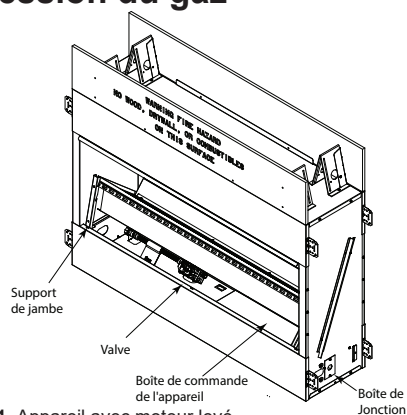

Figure 6.1. Appareil avec moteur levé
La vanne et les contrôles sont situés dans la boîte de commande de l'appareil. Voir la figure 6.1.
Le boîtier de commande et les commandes peuvent être accessibles en soulevant l'ensemble moteur comme indiqué à la figure 6.1
- Retirez quatre (4) vis de 1-1/2 pouces fixant l'ensemble du brûleur à l'appareil, situées à l'avant gauche et à droite de l'ensemble brûleur directement derrière les fixations de la vitre de déviation. Les deux autres vis se trouvent dans les coins arrière directement derrière les vis avant.
- Soulevez l'ensemble du brûleur et placez les deux supports du moteur, fournis sous le moteur, contre l'espace avant inférieur au bas de la face, et glissez dans les fentes au bas de l'ensemble du moteur. Voir Figure 6.1.